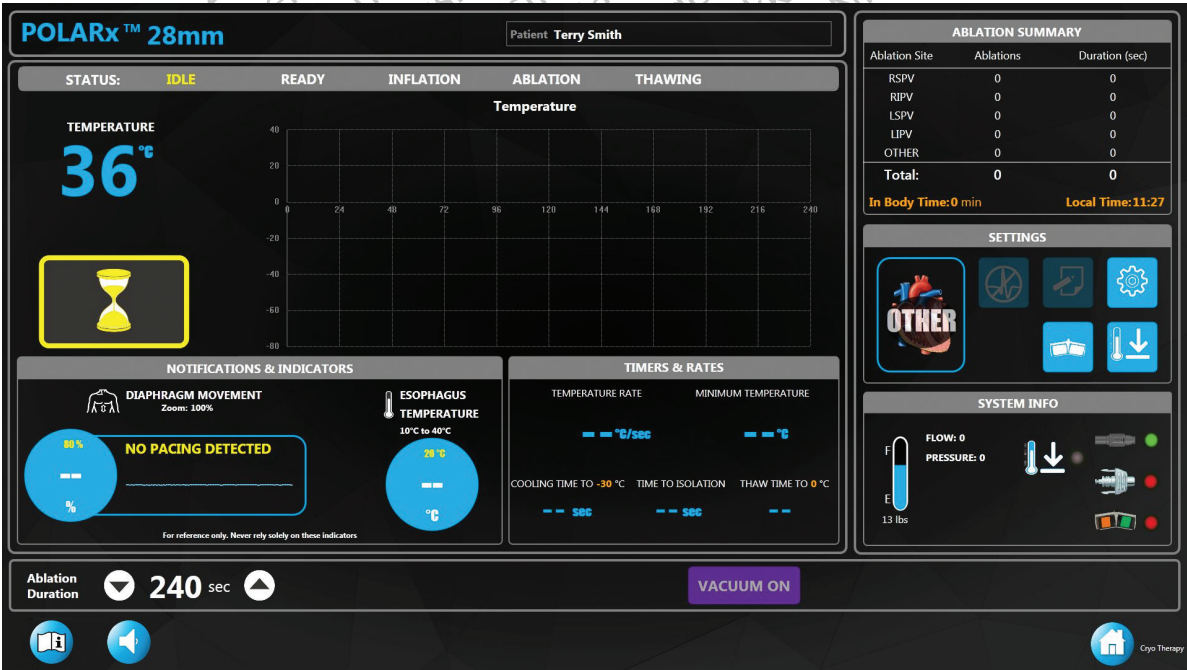

Figura 5. Ecrã de terapia – estado inativo – cateter válido ligado
2. Prima o botão VACUUM ON (Ligar vácuo) no ecrã de Terapia (Figura 5).